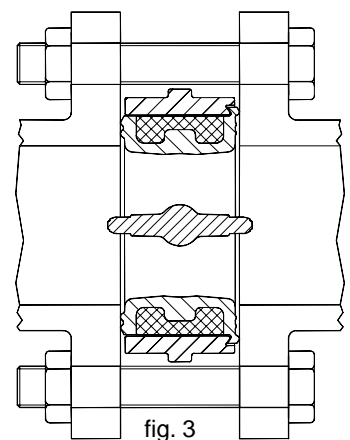

fig. 3
- Sostenere la farfalla mediante l'ausilio di due tiranti che, passando dai fori sulle flange e attraverso le asole sul corpo valvola consentono un primo grossolano centraggio tra le flange. Serrare leggermente 4 tiranti (tra loro contrapposti) sino ad ottenere un leggero fissaggio della valvola, provvedere all'accurato centraggio del corpo valvola rispetto alle flange delle tubazioni (un errore di ± 1 mm per il DN 50 e proporzionalmente ± 5 mm sul DN 300 sono più che tollerabili). Serrare i 4 tiranti sino a bloccare saldamente la valvola, provvedere alla completa apertura della farfalla (fig. 3), indi montare e serrare tutti gli altri bulloni previsti dalla flangiatura.
- support the butterfly by means of two tie-rods which, going through the holes on the flanges and the slots on the valve body, will allow a first generic centring between the flanges. Slightly close the 4 tie-rods (opposite to one another) until the valve is slightly fixed and then center the valve body carefully with respect to the pipeline flanges (a mistake of ± 1 mm on a DN 50 and proportionally of ± 5 mm on a DN 300 is more than acceptable). Close the 4 tie-rods until the valve is fully blocked, open the butterfly completely (fig 3) and then insert and close all other bolts required by the flanges.